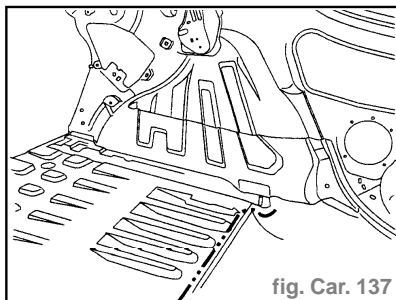

fig. Car. 137
- Tracer puis découper le plancher à l'aide d'une meule épaisseur 1 mm (coupe provisoire) (fig. Car. 137).